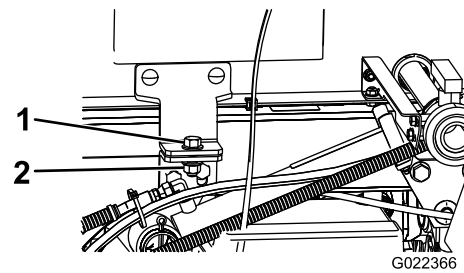

Bild 82
5. Entfernen Sie die Sicherungsschrauben vorne am Gestell (Bild 82).